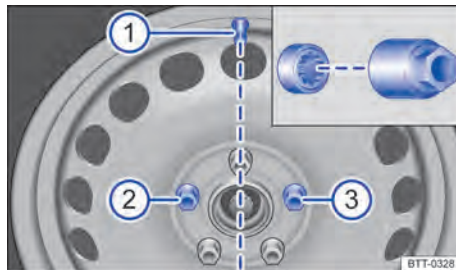

Abb. 226 Reifenventil ① und Einbauorte der Anti-Diebstahl-Radschraube ② oder ③.
Die Anti-Diebstahl-Radschraube muss bei einem Rad mit Radvollblende an Position → **Abb. 226** ② oder ③, bezogen auf die Lage des Reifenventils ①, eingeschraubt sein. Die Radvollblende kann sonst nicht montiert werden.